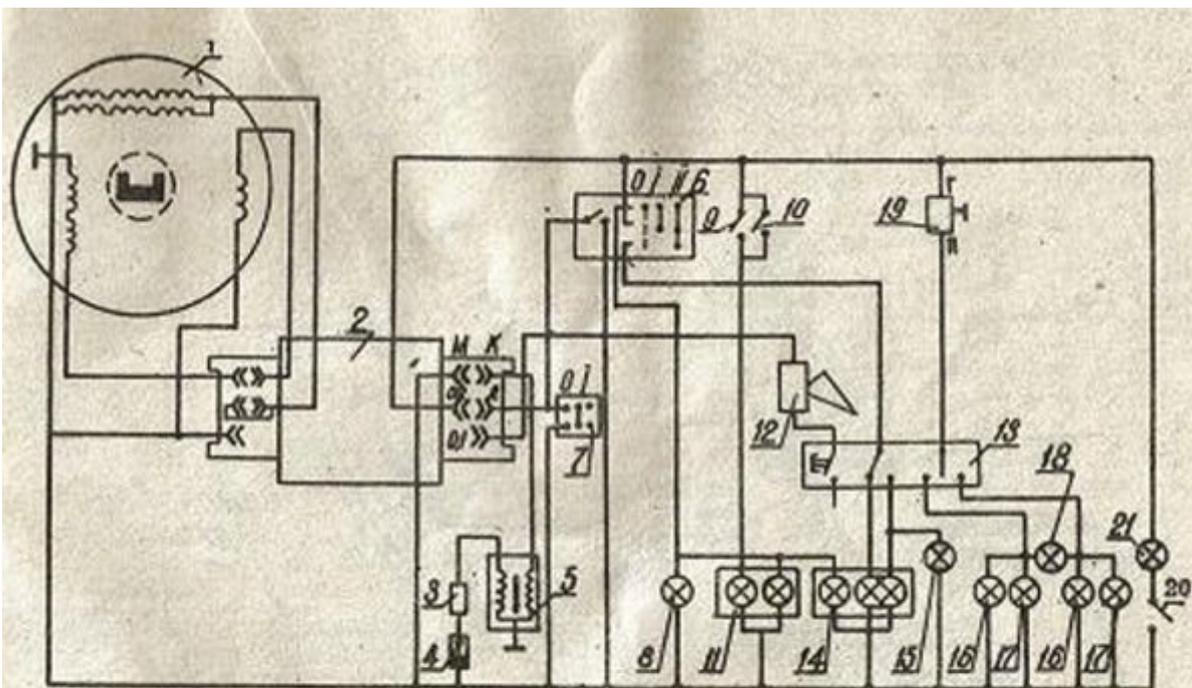

Рис. 16. Схема электрооборудования
5.9. Электрооборудование (рис. 16). Электрооборудование мотоцикла работает на переменном токе. Оно состоит из систем зажигания, освещения и сигнализации. На мотоцикле применена так называемая «однопроводная схема» (вторым проводником являются металлические узлы конструкции). Все провода объединены в один жгут и для удобства монтажа имеют определенный цвет (рис. 16).
5.9.2. Система зажигания — электронная (рис. 16). Она состоит из двух обмоток генератора, индукционного датчика, электронного коммутатора, высоковольтного трансформатора, провода высокого напряжения, подавительного сопротивления, свечи зажигания, проводов низкого напряжения.
Рис. 16а Схема электрических соединений